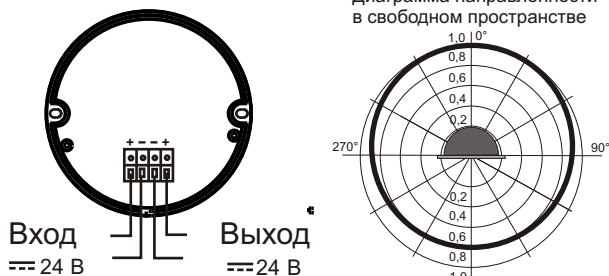

Рис.2 Схема подключения и диаграмма направленности оповещателя .
- 2.7. Диаграмма направленности звука на рис.2 (п.5.3)
5.1. Перед установкой необходимо проверить внешний вид оповещателя на наличие повреждений и проверить работоспособность следующим образом:подключить источник питания (типа Б5-7) к выводам оповещателя (рис.2), предварительно установив напряжение питания 24±6 В. При этом оповещатель должен выдать чередование текстового и звукового сигналов.
5.4. На рис.2 показана схема подключения и диаграмма направленности звука оповещателя